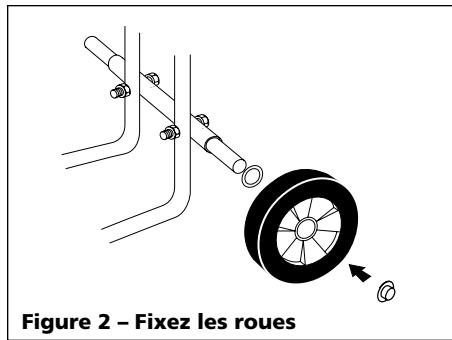

Figure 2 - Fixez les roues
3. Glissez une rondelle de 5/8 po de D.I. et la roue sur chaque extrémité de l'essieu. Utilisez le marteau et tapez une vis pal dans chaque extrémité de l'essieu pour garder les roues en place (Voir la Figure 2).